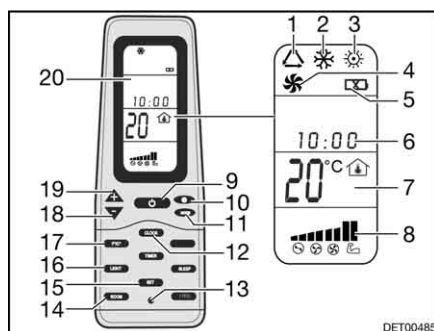

Fig. 179 Telecomando
- Premere il tasto ON/OFF (Fig. 179,9).
- Premere il tasto "Mode" (Fig. 179,11) spesso, finché la modalità desiderata (Fig. 179,1, 2, 3 o 4) viene visualizzata sul display (Fig. 179,20).
- Impostare la temperatura desiderata con i tasti "+" (Fig. 179,19) e "-" (Fig. 179,18).
- Con il tasto velocità dell'aria (Fig. 179,10) selezionare il livello desiderato per la ventola.